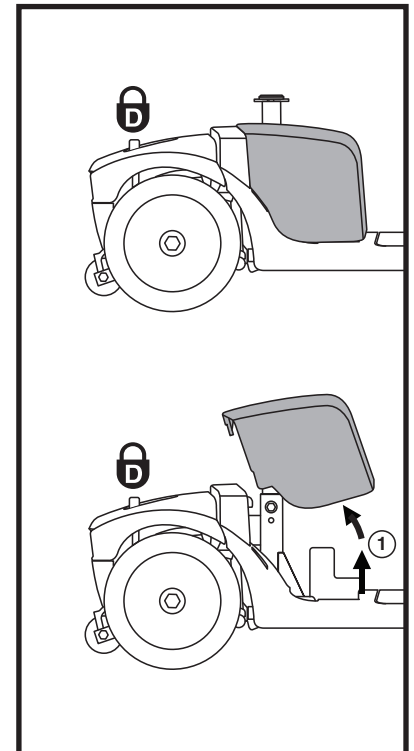

Figure 8. Retirer/Installer le protecteur de la batterie
1. Retirez le siège et le capot à batteries. Voir la figure 8.